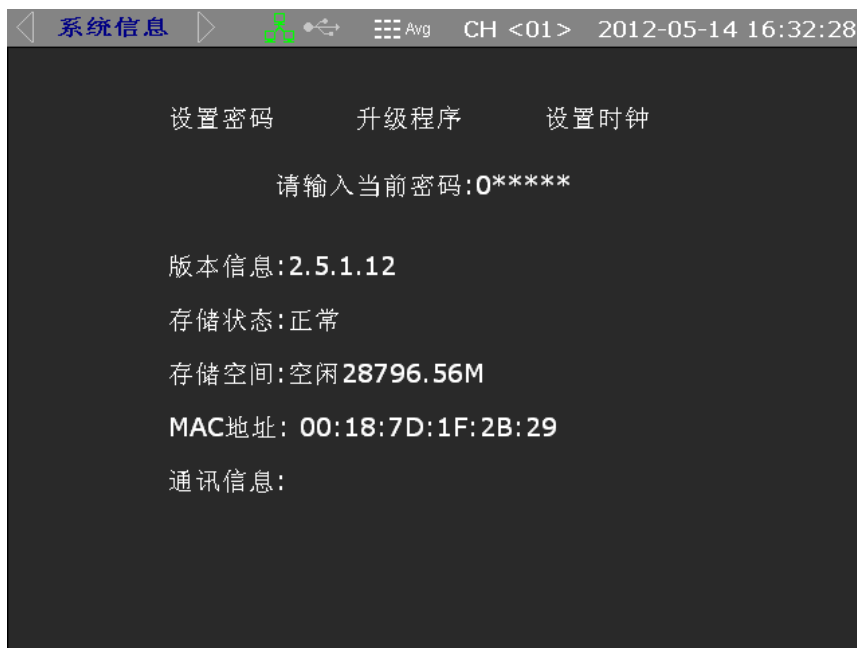

图 11 系统信息
2.8 在任何界面下按“ESC”键，按“”和“”键选择“系统信息”，按“Enter”键进入“系统信息”设置界面。如图 11 所示：